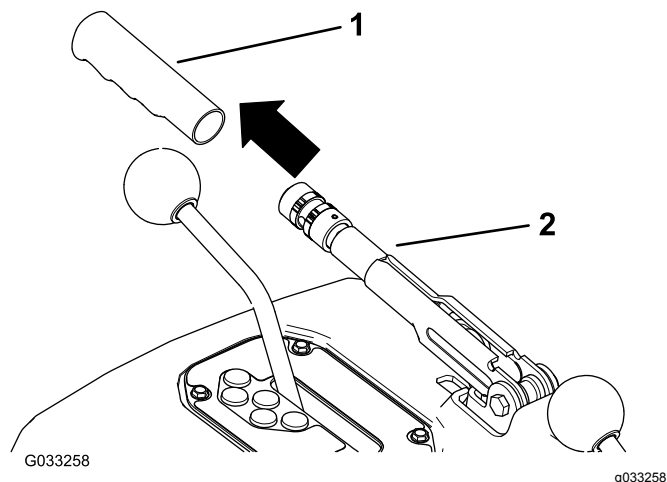

Figura 77
1. Retire la empuñadura de goma de la palanca del freno de estacionamiento (Figura 77).
5. Instale la empuñadura de goma en la palanca del freno de estacionamiento (Figura 77).